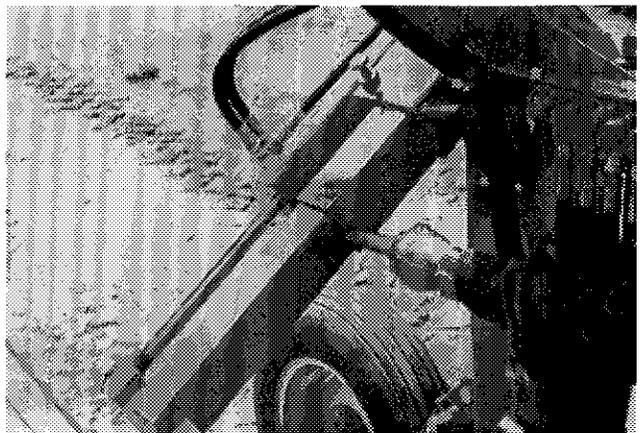

Figure 24
**P-6300:** Ouvrir chaque paire d'extenseurs jusqu'à ce que le trou témoin dans le tube interne de l'extenseur soit visible en sortant du tube guide. (fig. 24)